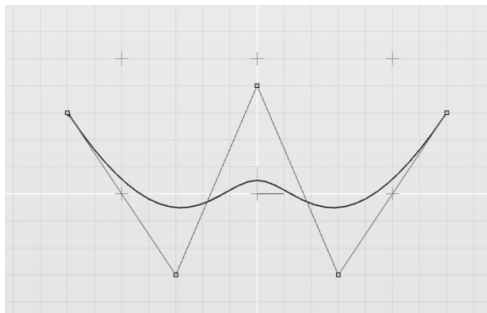

图 3-9 绘制一条 NURBS 曲线
1) 新建文档，使用 NURBS 曲线工具  绘制一条曲线，如图 3-9 所示，确认此时曲线处于“编辑参数”模式下。